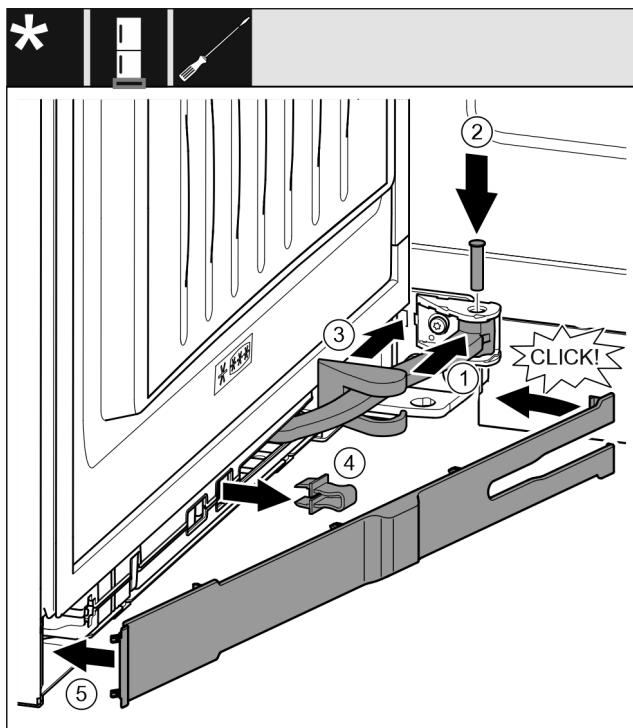

Fig. 45
- Otočte kloub v závěsu. Fig. 45 (1)
- Šroubovákem T15 vložte čep do závěsu a kloubu. Přitom dávejte pozor, aby byla zajišťovací vačka správně usazena v drážce. Fig. 45 (2)
- Posuňte stojanu ložiska podél kloubu a namontujte nad závěsem. Fig. 45 (3)
- ▶ Vytáhněte pojistku. Fig. 45 (4)
- ▶ Nasad'te záslepku na straně madla a sklopte. Fig. 45 (5)